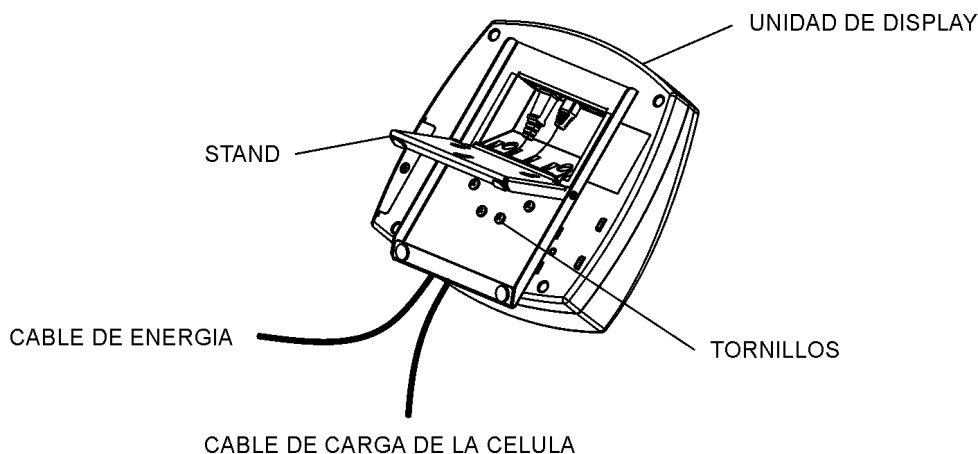

Figura 3.
10. Saque el soporte en la parte posterior de la unidad de display desatornillando 4 tornillos, para conectar el cable de célula de carga y el cable de energía a la unidad de display (ver Figura 3).